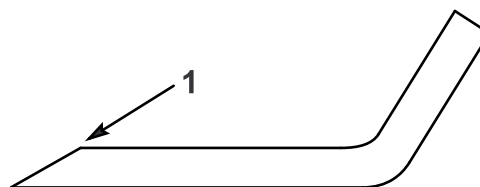

Figura 40
1. Utilice una lima para afilar el filo de corte en ambos extremos de cada cuchilla (Figura 40).